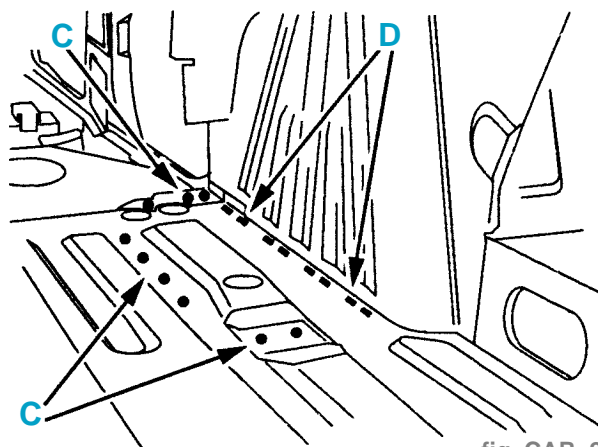

fig. CAR. 253
- Souder par points bouchons au MIG (suivant C) (fig. CAR. 253).